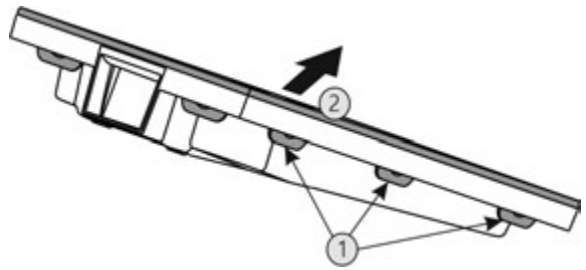

Fig. 53
- ▶ Всі накладки Fig. 53 (1) натиснути послідовно і вийняти кришку Fig. 53 (2).